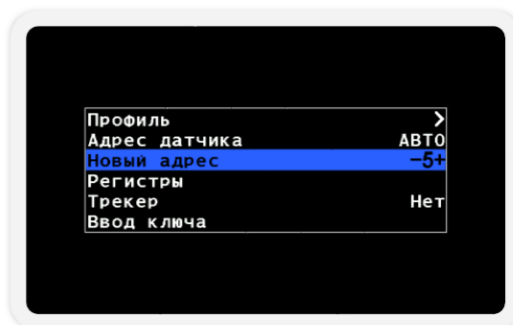

Рисунок 64
10. Кнопками  «Вверх» и  «Вниз» выбрать пункт «Адрес датчика» и кнопками  «Плюс» и  «Минус» задать текущий программный адрес подключенного датчика (см. Рисунок 64) или выбрать «АВТО», если адрес неизвестен.
11. Кнопками  «Вверх» и  «Вниз» выбрать пункт «Новый адрес» и кнопками  «Плюс» и  «Минус» задать новый программный адрес (см. Рисунок 64). После этого нажать кнопку  «Меню». В результате удачного переименования на экран будет выведено сообщение - «Выполнено».